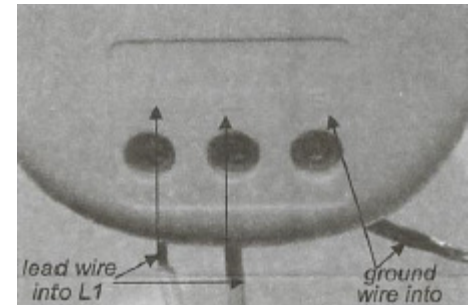

Figure 2
1. POUR UN TAPIS OU UN CABLE : Enlever l'insolation autour de l'extrémité du câble et séparer la gaine de mise à la terre. Insérer chaque circuit dans le terminal L1 et L2 avec le fil de mise à la terre inséré dans le terminal E. Serrer les vis des terminaux sur les fils. Voir Figure 2.